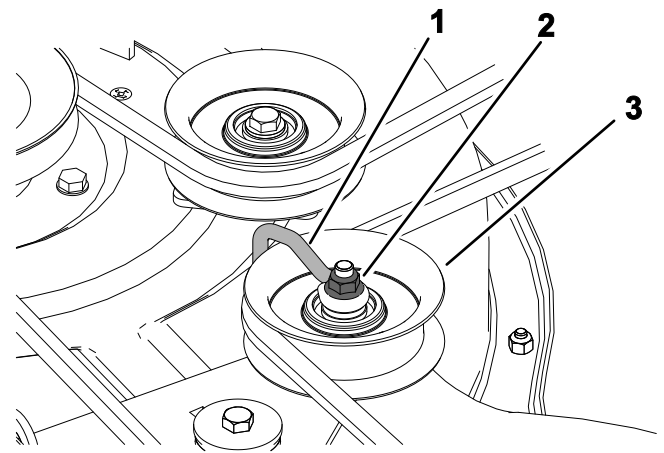

図 50
5. 金具をアイドラプーリに固定しているナットをゆるめる 図 50。
注 金具をアイドラアームに対して 図 50 のようにセットする。